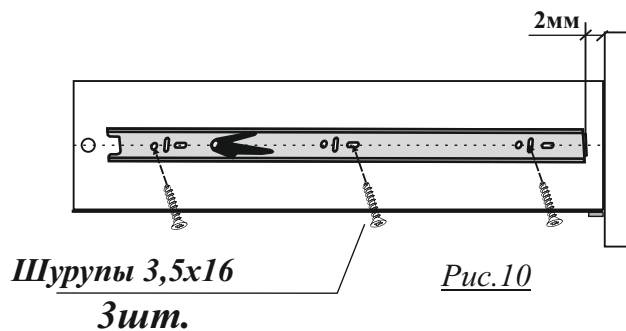

Рис.10
2.Приложить направляющую к каждой боковой стенке ящика так, чтобы центры отверстий направляющей совпали с линией на боковой стенке ящика, выдержав размеры, показанные на рис.10.
3.Крепить направляющую к каждой боковой стенке ящика шурупами 3,5x16-3шт. (см. рис.10)